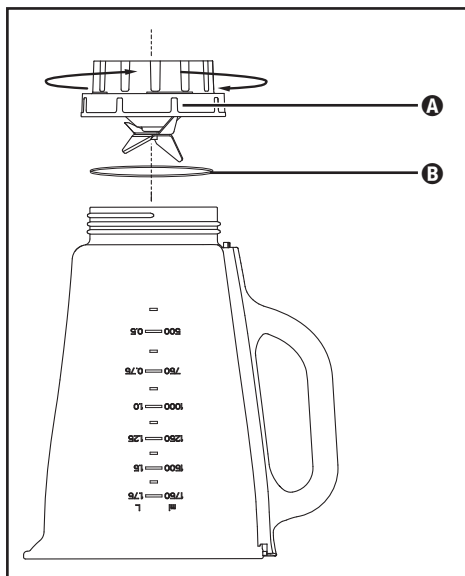

Fig. 3
- 1) Détachez le bol mixeur ③ du bloc moteur ⑥. Pour une meilleure stabilité, retirez le couvercle ② en le tournant dans le sens anti-horaire en direction de la position , jusqu'à pouvoir le retirer par le haut.
- 2) Renversez l'appareil et tournez le bloc de lames ① avec les lames ④ dans le sens anti-horaire afin qu'il se détache de la partie en verre du bol mixeur ③ (voir fig. 3).